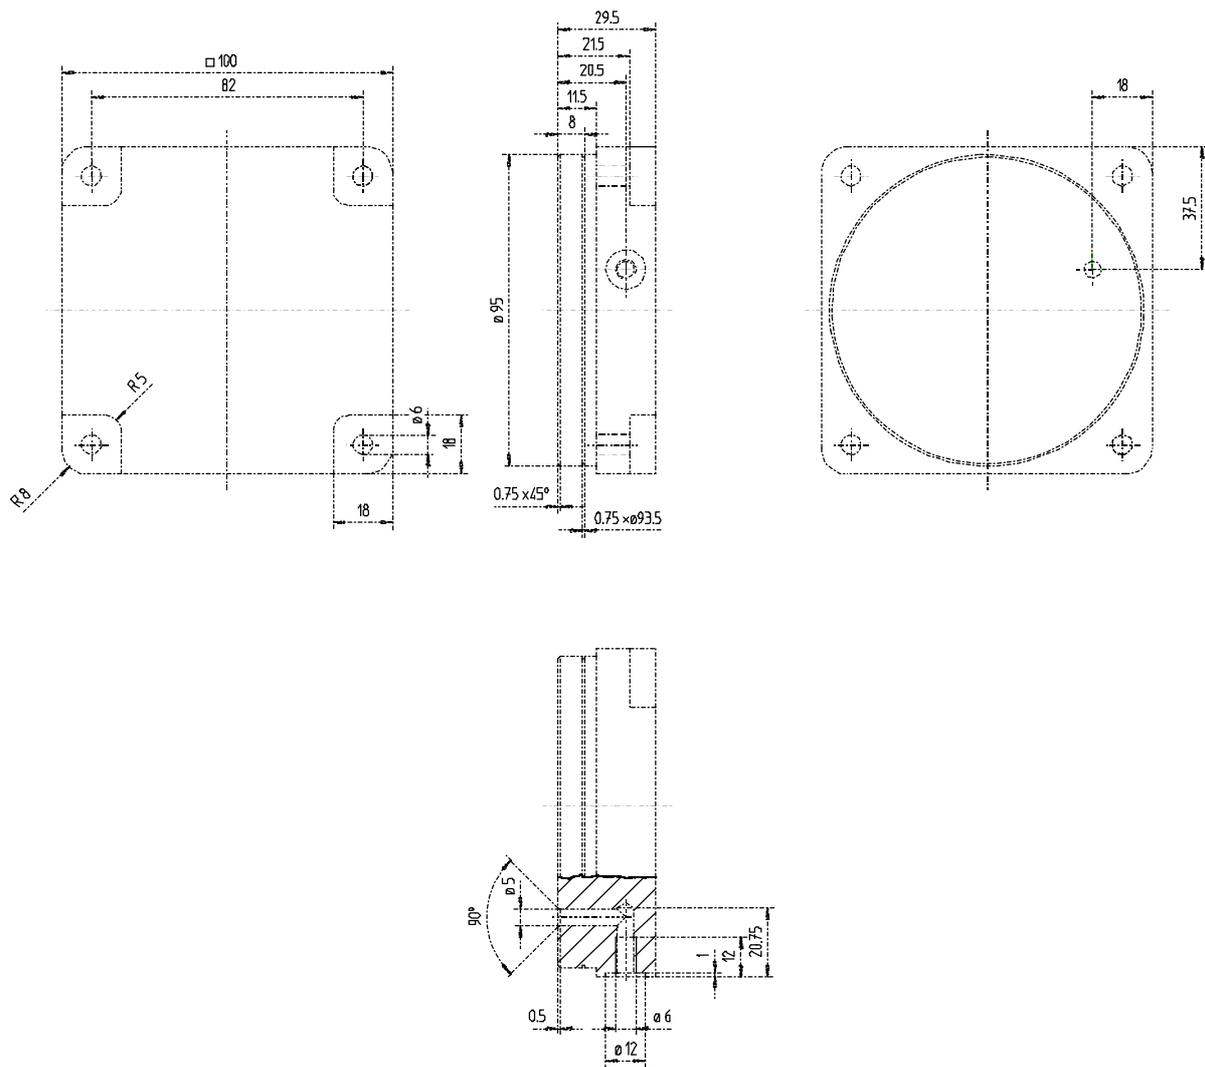

Abbildung 5.4: Hinterer Gehäusedeckel
Unter diesem Erstellungspunkt geht es darum, zu sehen, wie man mit bereits erstellten Teilen auf einfache Art und Weise ein Einzelteil konstruieren, dieses in eine andere Zeichnung einladen und dort gegebenenfalls verändern kann. Da die Rückansicht des hinteren Gehäusedeckels (Abbildung 5.4) genauso wie der vordere Gehäusedeckel (Abbildung 4.1) konstruiert wird, bietet es sich hier an, dieses Teil als Einzelteil aus einer bereits bestehenden Datei in die neue Zeichnung zu laden.
12. Verändern des Teiles entsprechend der Abbildung 5.4.
10. Abändern der Zeichnung gemäß Abbildung 5.4.